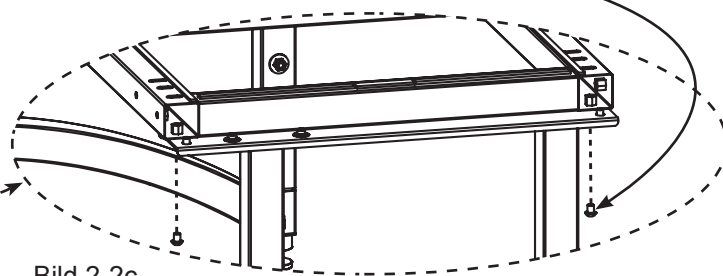

Bild 2-2c
**2-2 :** Befestigen Sie die Tischkonstruktion, wie in Bild 2-2c abgebildet, in der Rahmenmitte mit den Schrauben (M8 x 16 mm).